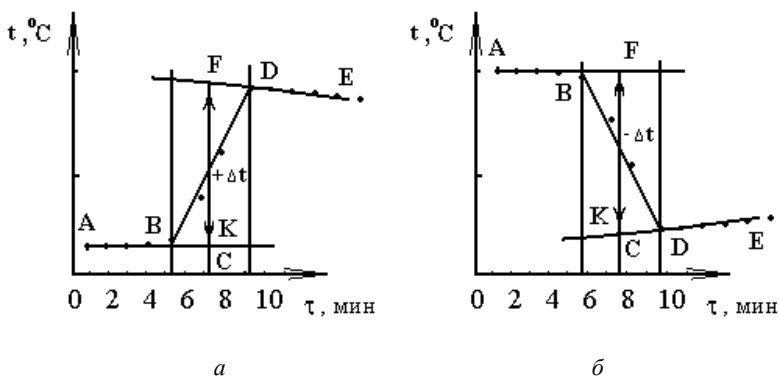

Рис. 2. Графический метод определения изменения температуры во время калориметрического опыта:
1. По полученным данным постройте график  $t = f(\tau)$ , откладывая на оси абсцисс время  $\tau$  (мин), на оси ординат – температуру  $t$  (°С) (рис. 2, *a*).
Время главной стадии разделить пополам (точка *C*). Из точки *C* восстановить перпендикуляр и произвести экстраполяцию прямолинейных участков *AB* и *DE* на этот перпендикуляр. Отрезок между точками *KF*, выраженный в градусах, есть изменение температуры  $\Delta t$ , вызванное процессом. Аналогично строится график при эндотермическом растворении соли (рис. 2, *б*).